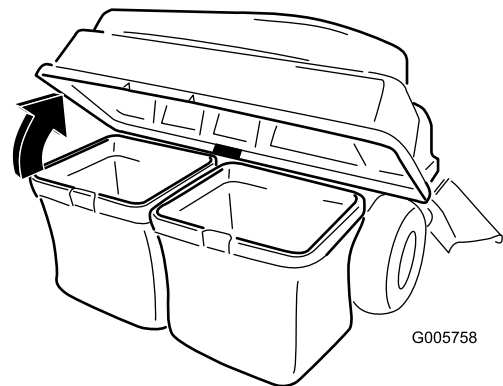

Figura 42
3. Abra (eleve) a parte superior do depósito de recolha de relva (Figura 42).